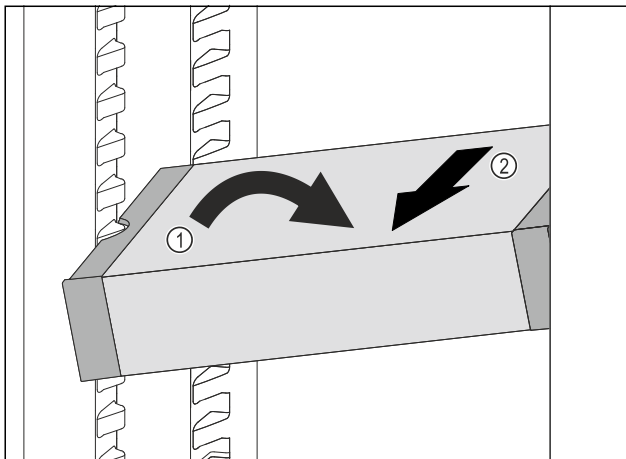

Fig. 43
- ▶ VarioSafe im Kühlteil schräg stellen. Fig. 43 (1)
- ▶ VarioSafe nach vorne entnehmen. Fig. 43 (2)